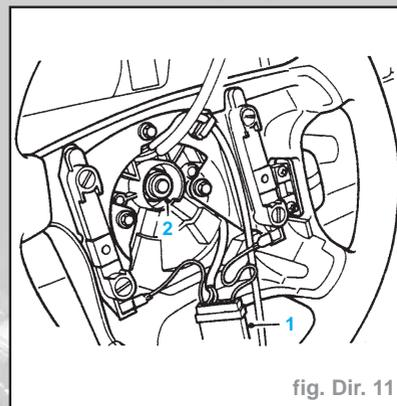

fig. Dir. 11
- Débrancher la fiche multibroches (1) de l'accouplement tournant (Fig. Dir. 11).
- Desserrer l'écrou de fixation (2) mais ne pas le déposer.